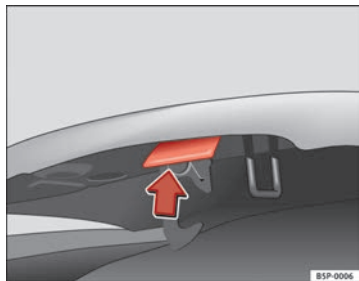

Abb. 165 Öffnungsriff unterhalb der Motorraumklappe
- Den Hebel unterhalb der Motorraumklappe nach oben ⇒ Abb. 165 drücken. Dabei wird der Fanghaken entriegelt.